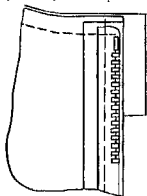

Рис. 6.29
**Застежку молнию** шьют перед тем, как обработать горловину обтачкой. Когда притачивают обтачку, припуски коротких срезов обтачки должны выступать за края разреза (рис. 6.29).